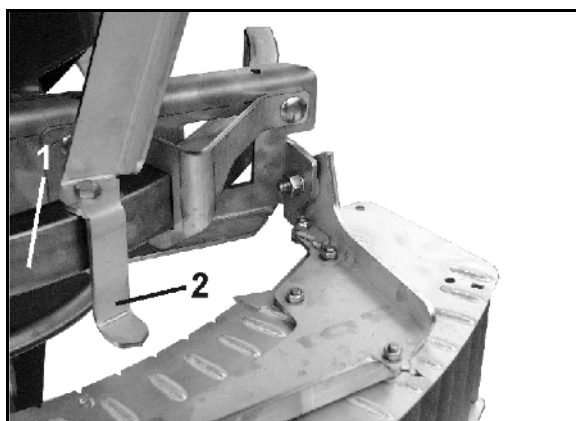

Fig. 78
2. Împingeți paravanul de împrăștiere pe linia de delimitare pe etrierul de ghidare (Fig. 78/1) până când indicatorul (Fig. 78/2) este poziționat pe valoarea care urmează să fie reglată (Fig. 76) din tabelul cu datele de împrăștiere.